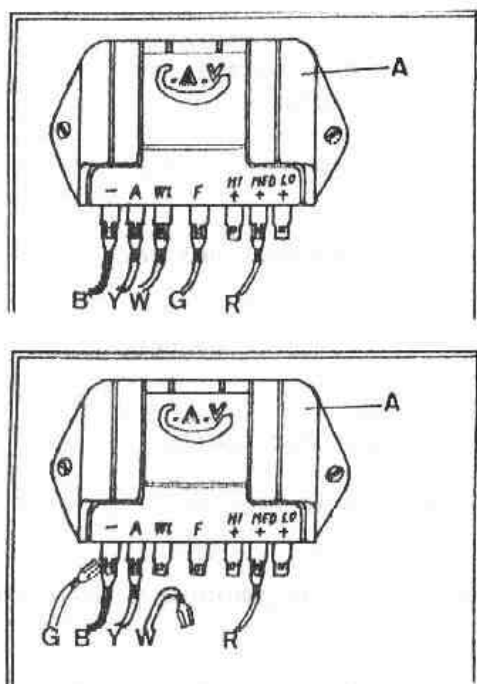

Fig. N2-43 Comprobación del regulador
- Desconectar el cable, W (Fig. N2-43) del terminal "WL" del regulador, A, aislándolo para evitar un posible cortocircuito.
- Desconectar el cable, G (Fig. N2-43) del terminal "F" del regulador, A, y conectarlo al terminal negativo (-) del regulador.